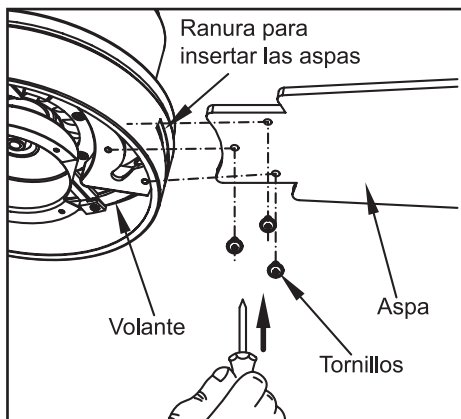

Figura 9
1. Inserta el asa en la abertura en el centro del volante, alinea los tres orificios para tornillo en el asa con los orificios para tornillo en el volante y asegúrala con los tornillos incluidos (Figura 9).